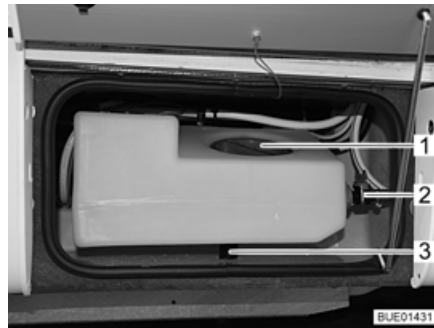
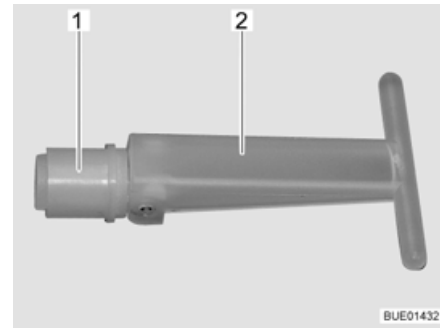

Bild 163 Zusatz-Wassertank
Bild 164 Verschluss-Stopfen
Wenn das Entleerventil (Bild 163,2) offen ist, ist die Füllmenge des Zusatz-Wassertanks auf ca. 30 l begrenzt; überschüssiges Wasser läuft ab. Wenn das Entleerventil geschlossen ist, steht das gesamte Tankvolumen zur Verfügung. Wenn der Verschluss-Stopfen (Bild 164,1) im Inneren des Zusatz-Wassertanks gezogen wird, fließt das Wasser über den Ablauf (Bild 163,3) ab. Der Verschluss-Stopfen ist durch die Serviceöffnung (Bild 163,1) erreichbar.
- Sicherstellen, dass der Verschluss-Stopfen (Bild 164,1) im Zusatz-Wassertank geschlossen ist (Handgriff (Bild 164,2) ist umgeklappt).
- Sicherstellen, dass das Entleerventil (Bild 163,2) geschlossen ist.
- Serviceöffnung (Bild 163,1) im Zusatz-Wassertank öffnen.
- Durch die Serviceöffnung den Handgriff (Bild 164,2) des Verschluss-Stopfens (Bild 164,1) senkrecht stellen und den Verschluss-Stopfen herausziehen.